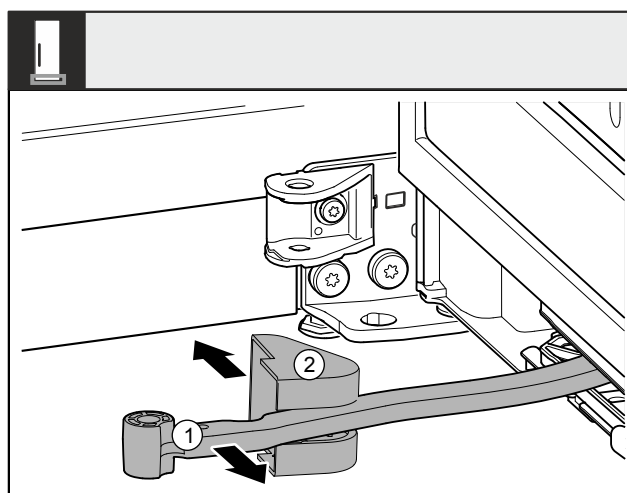

Fig. 11
- Otočte kloub Fig. 11 (1) směrem ke dveřím.
- Odstraňte kryt stojanu ložiska Fig. 11 (2).